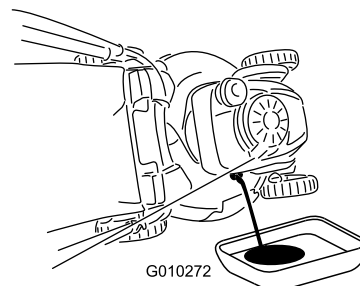

Figura 39
7. Inclinate la macchina sul fianco, con il tubo di riempimento dell'olio in basso, per vuotare l'olio usato attraverso il tubo di riempimento in una bacinella di spurgo (Figura 39).